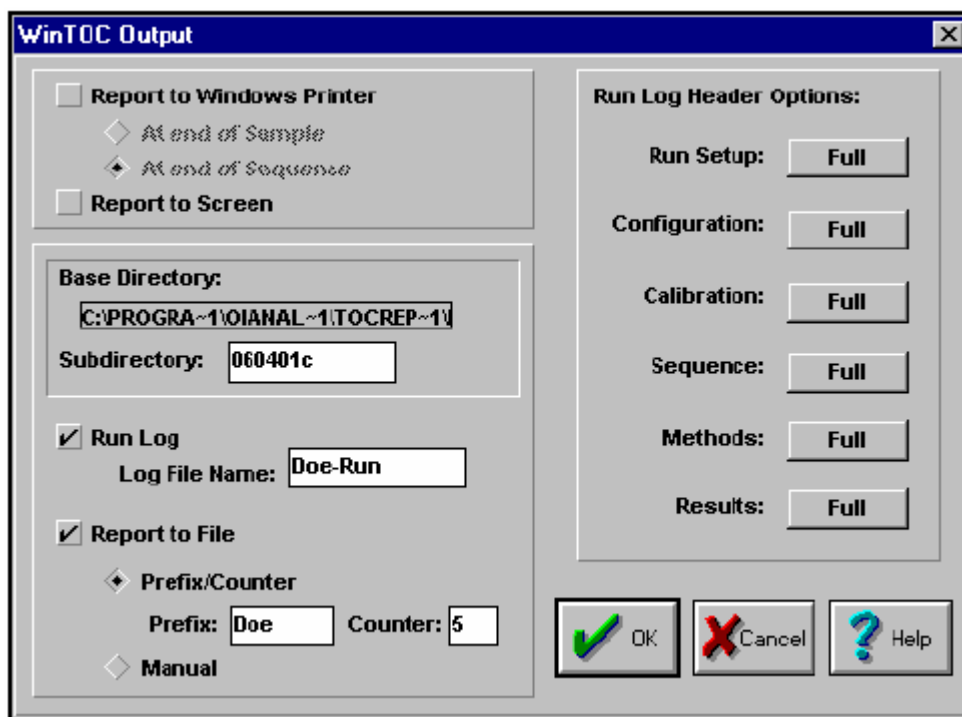

图 2 WinTOC 输出屏幕
2. 进入 **Setup** 菜单并选择 **WinTOC Output**。取消掉标记为 **Report to Screen** 的检查框（图 2）。这将避免由 WinTOC 相关计算机操作系统而产生的一个错误信息，而在屏幕上显示大量的数据。